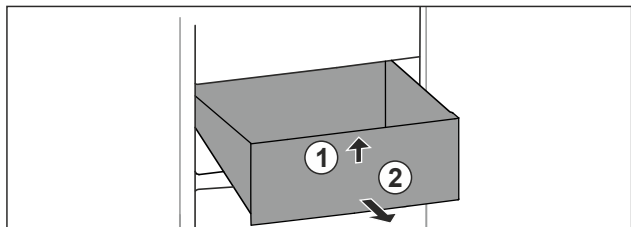

Fig. 36
- ▶ Nadzvedněte zásuvku vpředu. Fig. 36 (1)
- ▶ Vyjměte zásuvku dopředu. Fig. 36 (2)